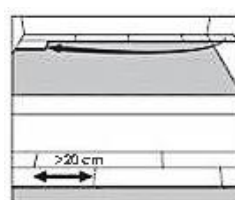

Figura 2
- Coloque el primer tablón de la segunda hilera efectuando un ligero ángulo hacia arriba, empujándolo hacia adelante y encajando la lengüeta lateral (**Figura 2**). Deslice el tablón hacia la derecha para alinear los bordes de la unión.